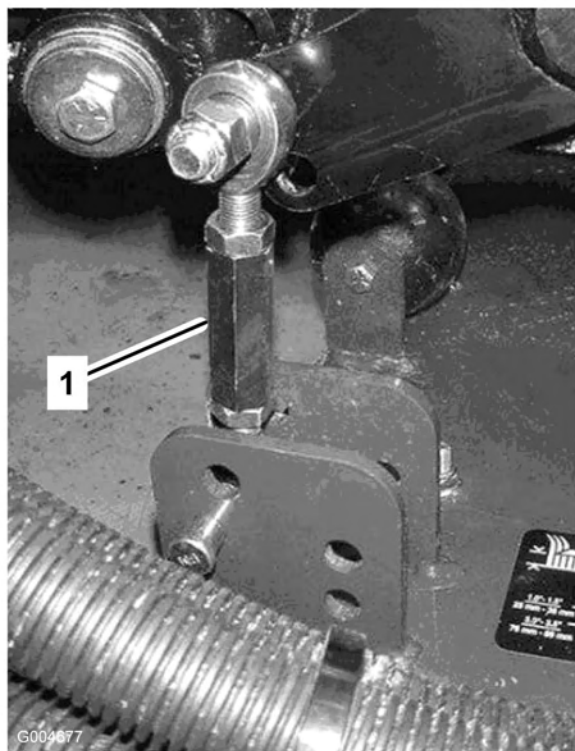
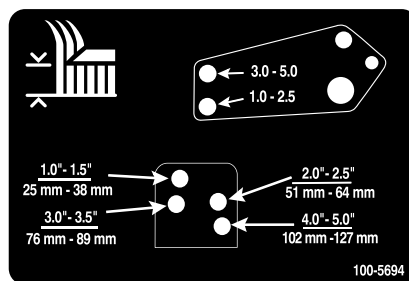

Figure 22
Figure 23
8. Enlevez les goupilles fendues et les axes de chape qui fixent les biellettes d'amortisseurs aux supports du plateau de coupe (Figure 22). Alignez les trous de la bielle d'amortisseur avec ceux du support de hauteur de coupe sélectionnés dans le bâti des plateaux de coupe (Figure 23), puis insérez les axes de chape et posez les goupilles fendues.